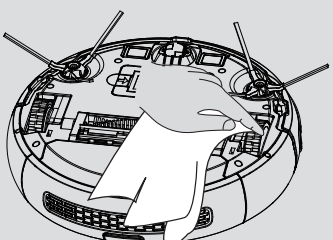

Fig. 17
3. Pulire le ruote con un panno asciutto. **[Fig. 17]**